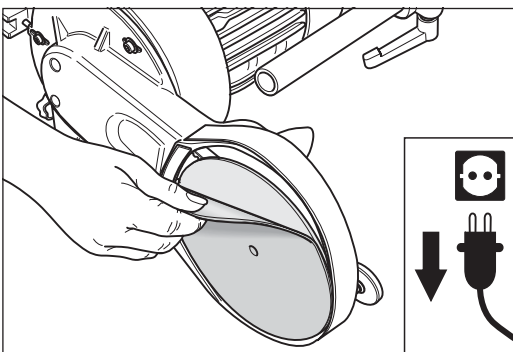

Abb. 51 Die verschlissene Klettschleifscheibe vom Schleifteller abziehen.
- 3 Ziehen Sie die verschlissene Klettschleifscheibe vom Schleifteller ab (Abb. 51).